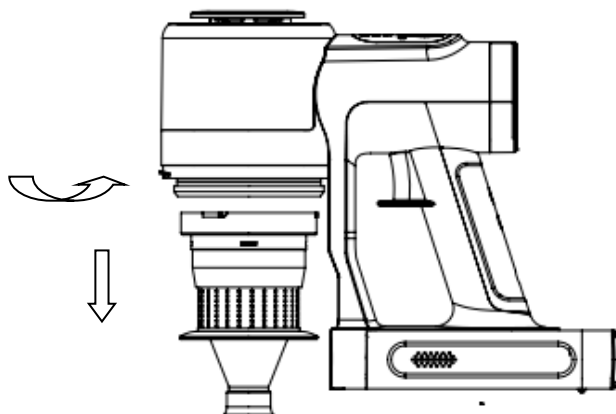

fig.16
- f) Saque el filtro como muestra la fig.16 y límpielo o cámbielo.